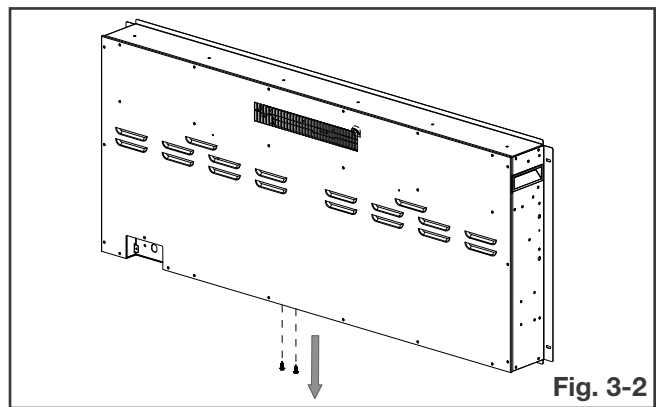

Fig. 3-2
- E. Retirez les deux vis du bas de l'appareil (**Fig. 3-2**). Mettez de côté les vis.